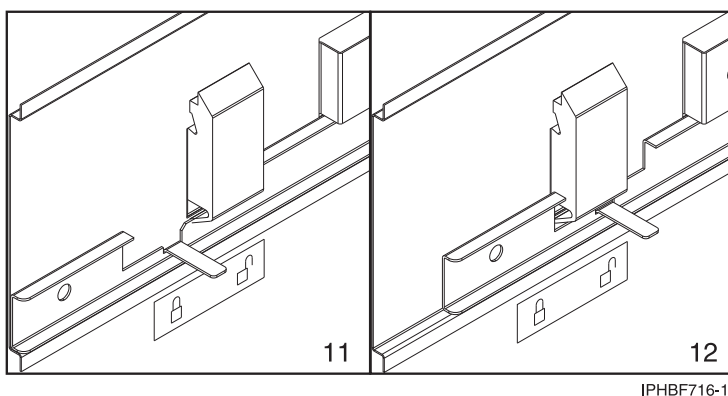

図 28. カバー・パネルへのロック/アンロック・ステッカーの貼付
- e. カバー・パネルの内側にロック/アンロック・ステッカーを貼り、34 ページの図 28 に示すように、スライド・バーがロック位置にあるときは、タブがロック状態を示すシンボルの上に来て (11)、スライド・バーがアンロックされたときはアンロック・シンボルの上にくるようにします (12)。